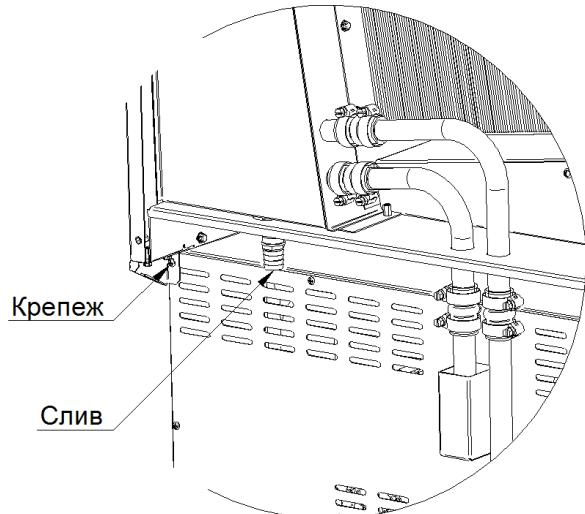

Рисунок 11
12. Зафиксировать зонт сзади крепежом печи в верхних углах конвекционной печи (см. Рисунок 11);
13. Подсоединить шланг для слива к патрубку слива зонта и стянуть хомутом 20-32 KOVOPOL из комплекта (см. Рисунок 11);